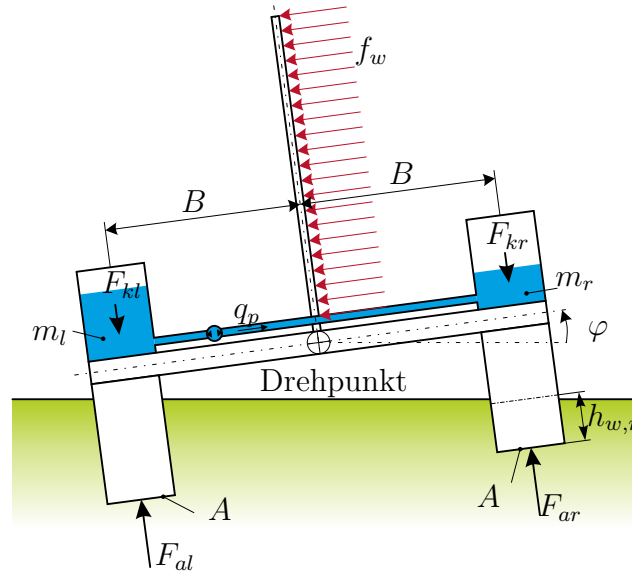
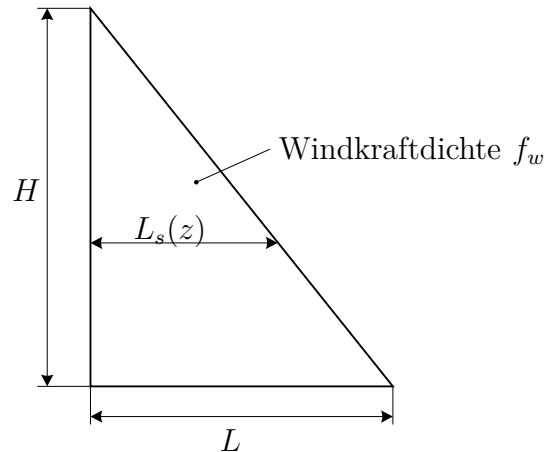

Abbildung 1: Prinzipskizze des Schiffes.
Abbildung 2: Geometrie des Segels.
1. Gegeben ist das in Abb. 1 dargestellte Schiff (Katamaran), bestehend aus einem dreieckförmigen Segel (Länge L , Höhe H , vgl. Abb. 2), zwei Auftriebskörpern mit der Grundfläche A sowie einem Rollkompensationssystem mit zwei Wassertanks. Wirkt auf das Segel die Windkraftdichte f_w , so erfolgt eine Drehung φ des Schiffes um die Rollachse. Um dieser Drehung entgegenzuwirken, kann Wasser vom linken in den rechten Tank umgepumpt werden.
mit der Segellänge L_s , siehe Abb. 2.